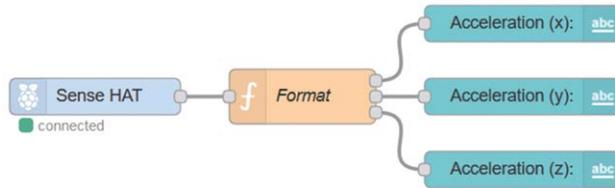
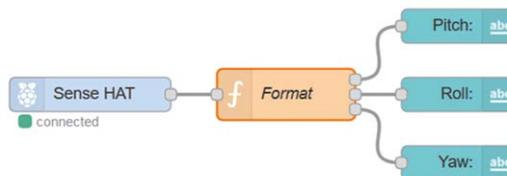

Figure 12.8 Programme de flux du projet
Figure 12.12 Programme de flux du projet
Programme de flux Node-RED : La figure 12.8 montre le programme de flux qui se compose de 5 nœuds : a **Sense HAT** nœud pour obtenir les variables de mouvement, un **fonction** nœud avec 3 sorties pour extraire l'accélération en 3 dimensions, et 3 tableau de bord **texte** nœuds pour afficher l'accélération dans chaque direction.
Programme de flux Node-RED : Le programme de flux est exactement le même que la figure 12.8, mais le contenu de **fonction** noe **texte** les nœuds sont modifiés. La figure 12.12 montre le programme de flux.
- Changer le **Étiquettes** de la **texte** Les nœuds comme indiqué dans la figure 12.12. La figure 12.13 montre le tangage, le roulis et le lacet affichés dans le tableau de bord.